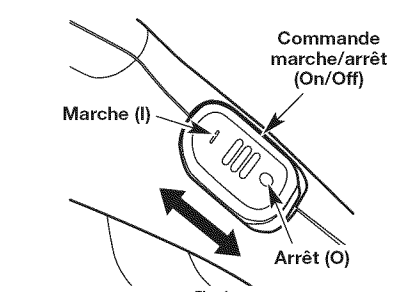

Fig. 4
2. Faites glisser la commande vers l'avant en position **MARCHE (I)** (Fig. 4).
1. Faites glisser la commande vers l'arrière en position **ARRÊT (O)** (Fig. 4).